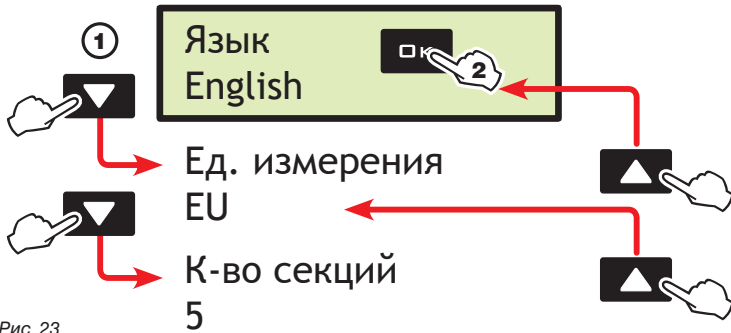

Рис. 23
- 1 Нажмите одна за другой курсорные клавиши, чтобы переместиться по пунктам меню (▼ следующий пункт, ▲ предыдущий пункт); на дисплее появится выбранный пункт (Рис. 23).